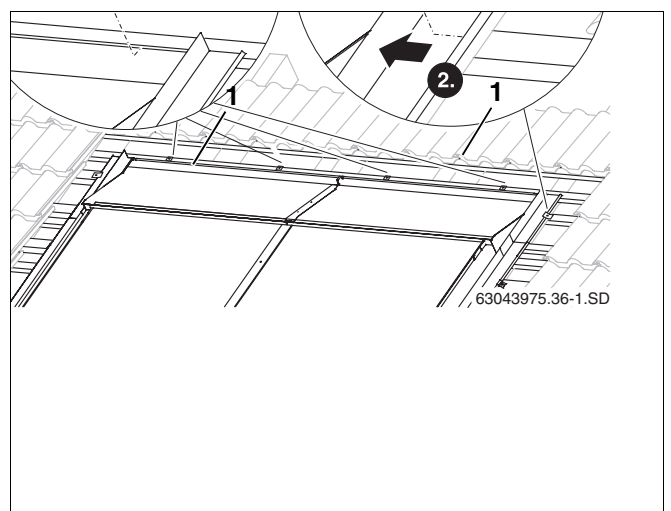

Fig. 60 Fixer les tôles de recouvrement à l'aide de fixations
- Poser la fixation (fig. 60, **pos. 1**) dans le bord de la tôle de recouvrement.